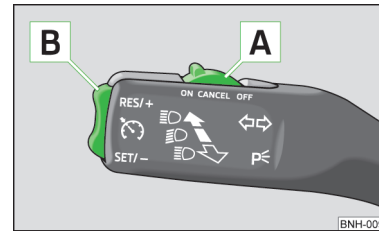

Abb. 68
- Den Schalter **A** » Abb. 68 in Stellung **ON** drücken.
- › Die Wippe **B** » Abb. 68 » Seite 77 in der Position **RES** drücken.
- › Die gespeicherte Geschwindigkeit kann durch Drücken der Wippe **B** » Abb. 68 » Seite 77 in der Position **SET verringert** werden.
Die Geschwindigkeitsregelanlage wird **vorübergehend abgeschaltet**, indem der Schalter **A** » Abb. 68 » Seite 77 in die gefederte Position **CANCEL** bzw. auch das Brems- oder Kupplungspedal gedrückt wird.
- › Den Schalter **A** » Abb. 68 » Seite 77 nach rechts in Stellung **OFF** drücken